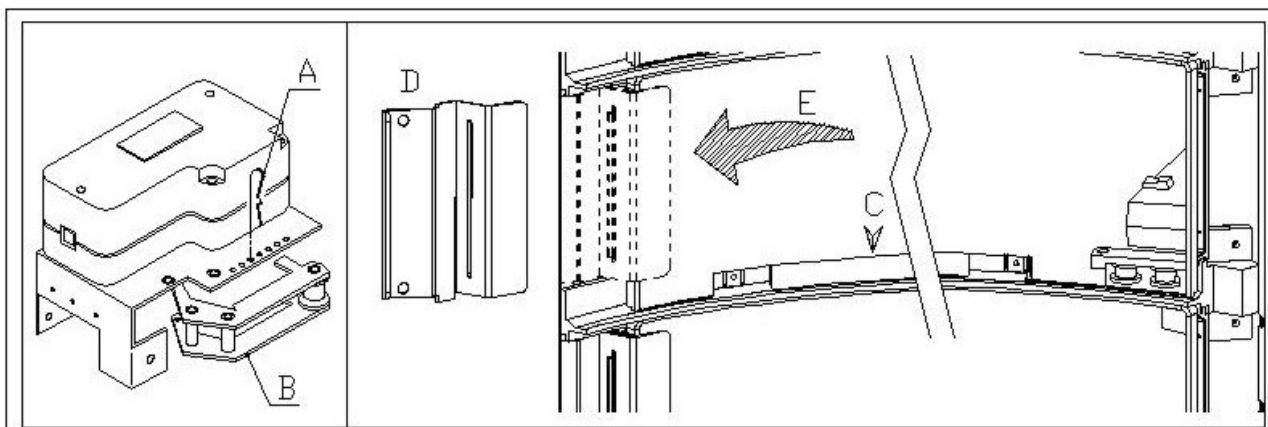

FIG. 15
### 8.9 REMPLACEMENT COURROIE DE MOUVEMENT DES "PORTILLONS" (FIG. 15)
- Enlever la goupille de blocage pour tendre la courroie dentée concernée, pos. A FIG. 15;
- Faire glisser vers le bas le groupe de mise en tension pos. B FIG. 15 jusqu'à son extraction complète;
- Enlever la lame postérieure pos. C FIG. 15 (présente comme accessoire sur demande);
- Dévisser les vis qui fixent le blocage de la porte pos. D FIG. 15, et enlever la porte dans le sens indiqué par la flèche pos. E ;Tirer vers le bas la courroie usée ou rompue et la faire sortir complètement du " portillon " (elle est incorporée par simple pression) des deux côtés;